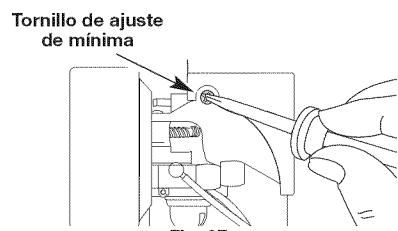

Fig. 27
La velocidad mínima del motor puede ser ajustada. Puede tener acceso al tornillo de ajuste de mínima a través de un orificio en la parte superior de la cubierta del motor (Fig. 27).
2. Suelte la palanca del regulador y deje que el motor trabaje en vacío. Si el motor se para, inserte un destornillador Phillips pequeño en el orificio de la cubierta del motor (Fig. 27). Gire el tornillo de mínima hacia adentro, en sentido horario, de a 1/8 de vuelta por vez (según sea necesario) hasta que el motor funcione en mínima suavemente.